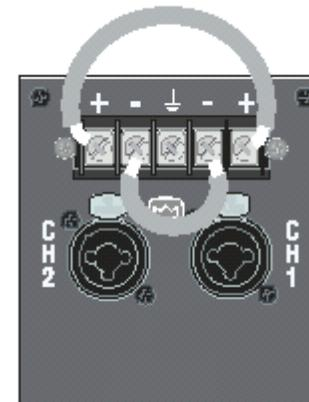

рисунок 2.10
2. Подайте сигнал на вход Канала 1 (либо на колодку либо комбо). Подключите перемычку (рисунок 2.10) между разъемом (+) контактной колодки Канала 1 и разъемом (+) канала 2. Подключите другую перемычку между разъемом (-) канала 1 и разъемом (-) канала 2.